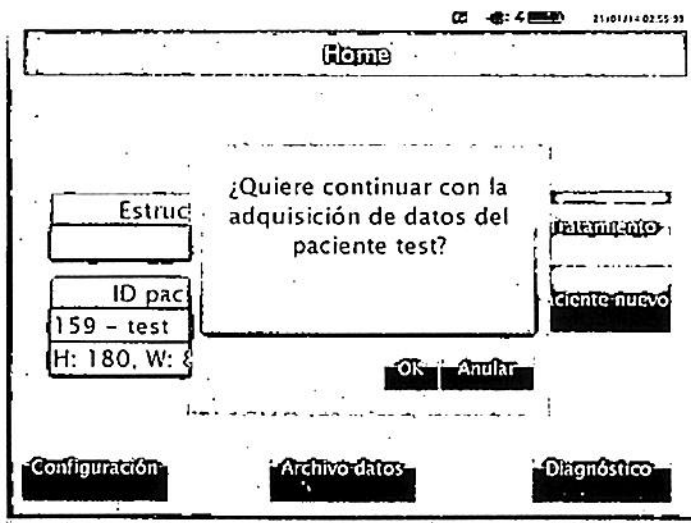

Figura 8: Confirmar o anular la continuación del tratamiento con el último paciente memorizado.
- Si se confirma la introducción de la identificación del paciente, las gráficas de cada medida presentarán las adquisiciones poniendo el tiempo a cero (figura 8) y todos los datos adquiridos hasta el apagado anterior se memorizarán en un archivo del sistema de registro de datos.